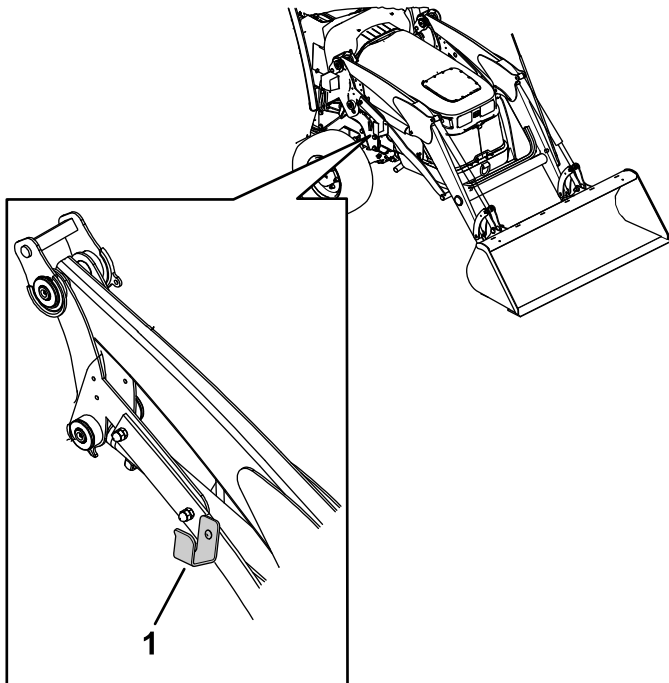

Bild 49
- Platzieren Sie das Schlauchbündel auf der Schlauchlagerplatte (**Bild 49**).